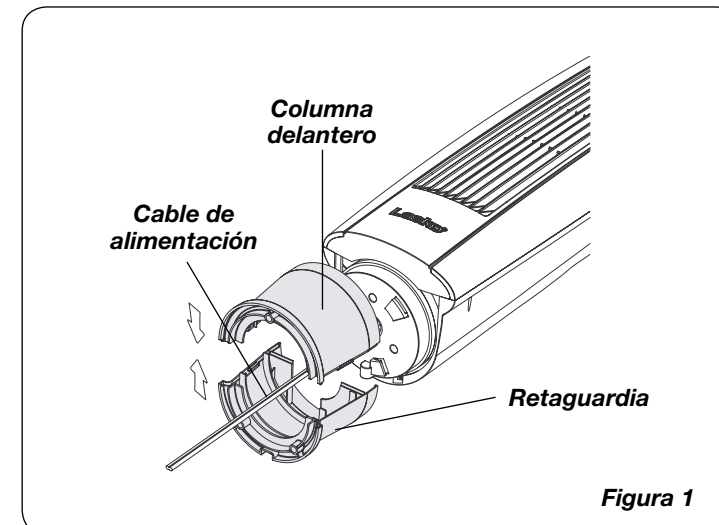

Figura 1
- Recoge las partes 2 columnas y ensamblarlos mediante bloqueo de la columna del frente y retaguardia. Pase el cable de la fuente de alimentación a través de la columna (Figura 1).